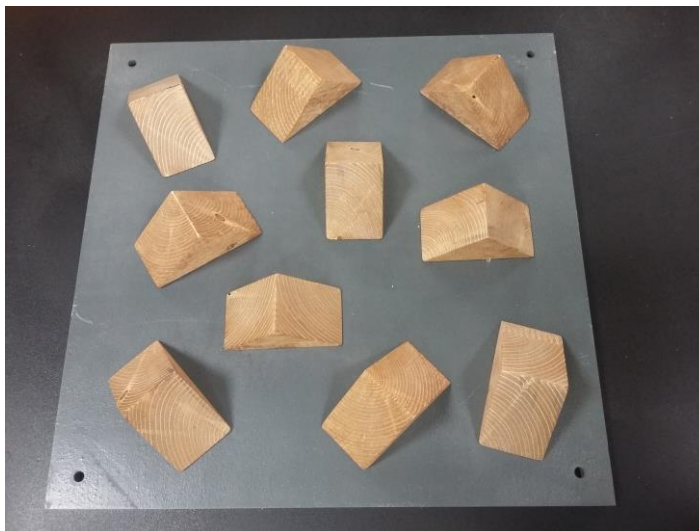

Рисунок 13 – «Шипы»
- 2.2. **Сбор маячков** – Маячок представляет собой алюминиевую банку объемом 0.33л. Банка раскрашена в один из следующих цветов: красный, синий, зеленый, желтый. Задача робота - схватить и поднять маяк, либо любым другим способом доставить ее в соответствующую по цвету зону. (рисунок 13). Зона представляет собой лист цветного пвх-пластика красного, синего, зеленого, желтого или белого цветов.